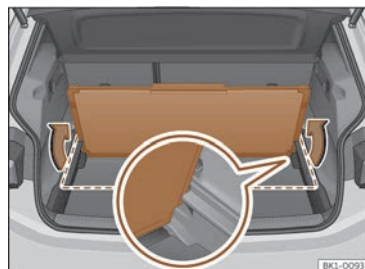

Fig. 172 Al maleter: fixar el segon terra del maleter.
- Una vegada plegat, aixequeu-lo i introduïu-lo en els suports laterals amb el costat obert cap avall >>> **fig. 172** (imatge ampliada).